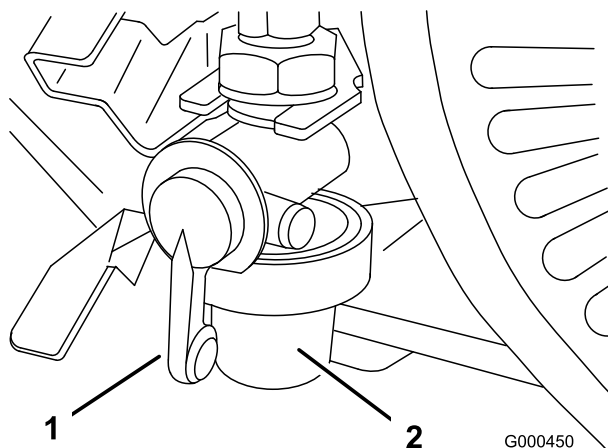

Figure 25
1. Fermez le robinet d'arrivée de carburant et dévissez la cuve du corps du filtre (Figure 25).